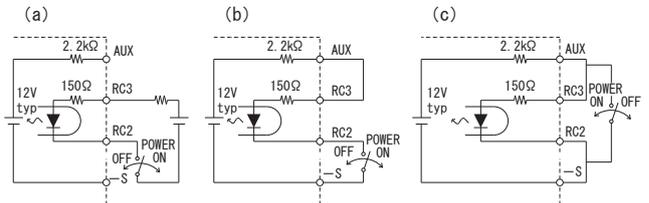

図 3.3 出力側リモートコントロール接続例
(3) リモートコントロール用補助電源 (AUX)
- 出力側リモートコントロール回路動作用に、補助電源 (AUX) が内蔵されています (図 3.3)。